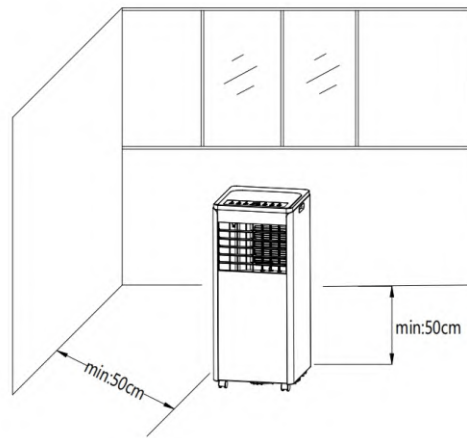

Abbildung 4
- 1) Bewegen Sie die Maschine mit installiertem Wärmerohr und Anschlüssen vor das Fenster, wobei der Abstand zwischen dem Gehäuse und Wänden oder anderen Gegenständen mindestens 50 cm betragen muss (siehe Abb. 4).